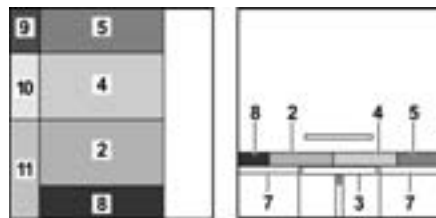

Bild 110 Nach dem Umbau
- Die Sitzpolster (Bild 110,2 und 4) nach vorn und zur Mitte ziehen.
- Das Rückenpolster (Bild 110,5) zwischen das Sitzpolster und die Wand legen.
- Das Zusatzpolster (Bild 110,8) zwischen das Sitzpolster und die Wand legen.
- Die Zusatzpolster (Bild 110,9, 10 und 11) zwischen die Polster auf dem Tisch und der Sitzplatte und die Wand legen.